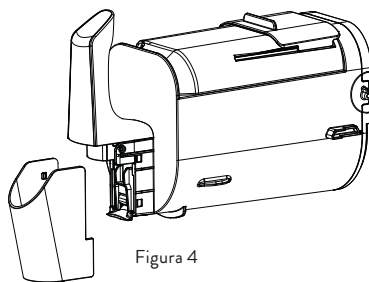

Figura 4
3. Limpie la salida: retire la tapa (Figura 4), presione el soporte en el punto de bloqueo, abra el asa de salida y retire el conjunto (ver Figuras 5 + 6). Limpie a fondo y vuelva a montar en orden inverso.